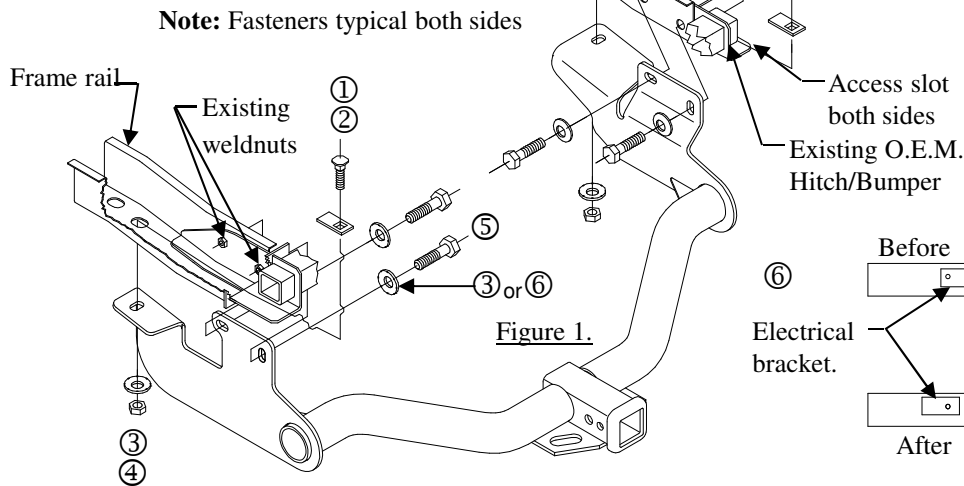
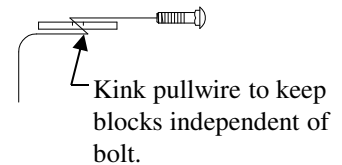

Figure 1.
Figure 2.
Installation for vehicles with O.E.M. Class 2 Integrated Hitch/Bumper. (Figure 1) – Without O.E.M. hitch, see next page (figure 4)
4. Using the pullwire feed carriage bolts and blocks thru access slot in end of the frame as shown in Figure 1. Using the kink pullwire to keep block independent of bolt (See Figure 2). Feed the pullwire thru the existing slot and hitch.
Installation pour véhicules avec attelage/pare-chocs intégré de classe 2 d'origine. (Figure 1) – Sans attelage intégré d'origine, voir à la page suivante (Figure 4)
4. À l'aide d'un fil de tirage, faire passer les boulons de carrosserie et leurs blocs à travers la fente d'accès de l'extrémité du châssis, comme illustré à la figure 1. Plier le fil de tirage pour garder le bloc indépendant du boulon (voir la figure 2). Faire passer le fil de tirage dans la fente existante et l'attelage.